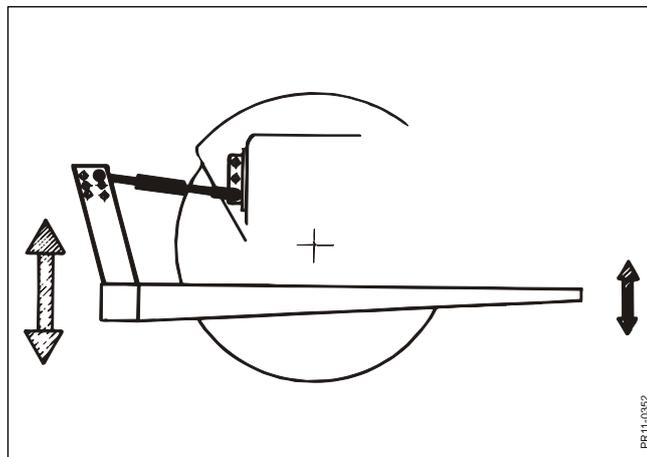

Fig. 2-16
**Fig. 2-16** Si conduce con más remolques que deba conectar y desconectar con cada carga, le resultará cómodo que la suspensión tenga un amplio margen de movimiento hacia arriba y hacia abajo en la parte de atrás. De esta manera resulta más fácil "recoger" el remolque sin que la picadora de precisión llegue a tocar el suelo. Un movimiento amplio en la parte de atrás se consigue mediante el montaje del brazo superior en la parte de abajo del tractor y el alto en la suspensión.